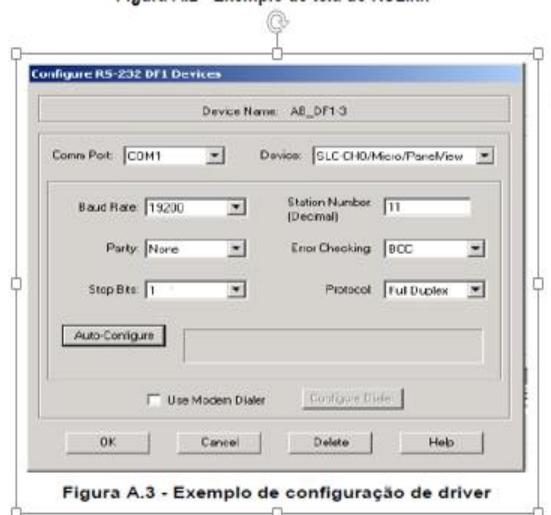

Figura A.3 - Exemplo de configuração de driver
- 7º passo: A tela Configure RS-232 DFI devices deve abrir automaticamente (vide Figura A.3). Em Comm port, selecione a opção COM1 e clique em Auto config.